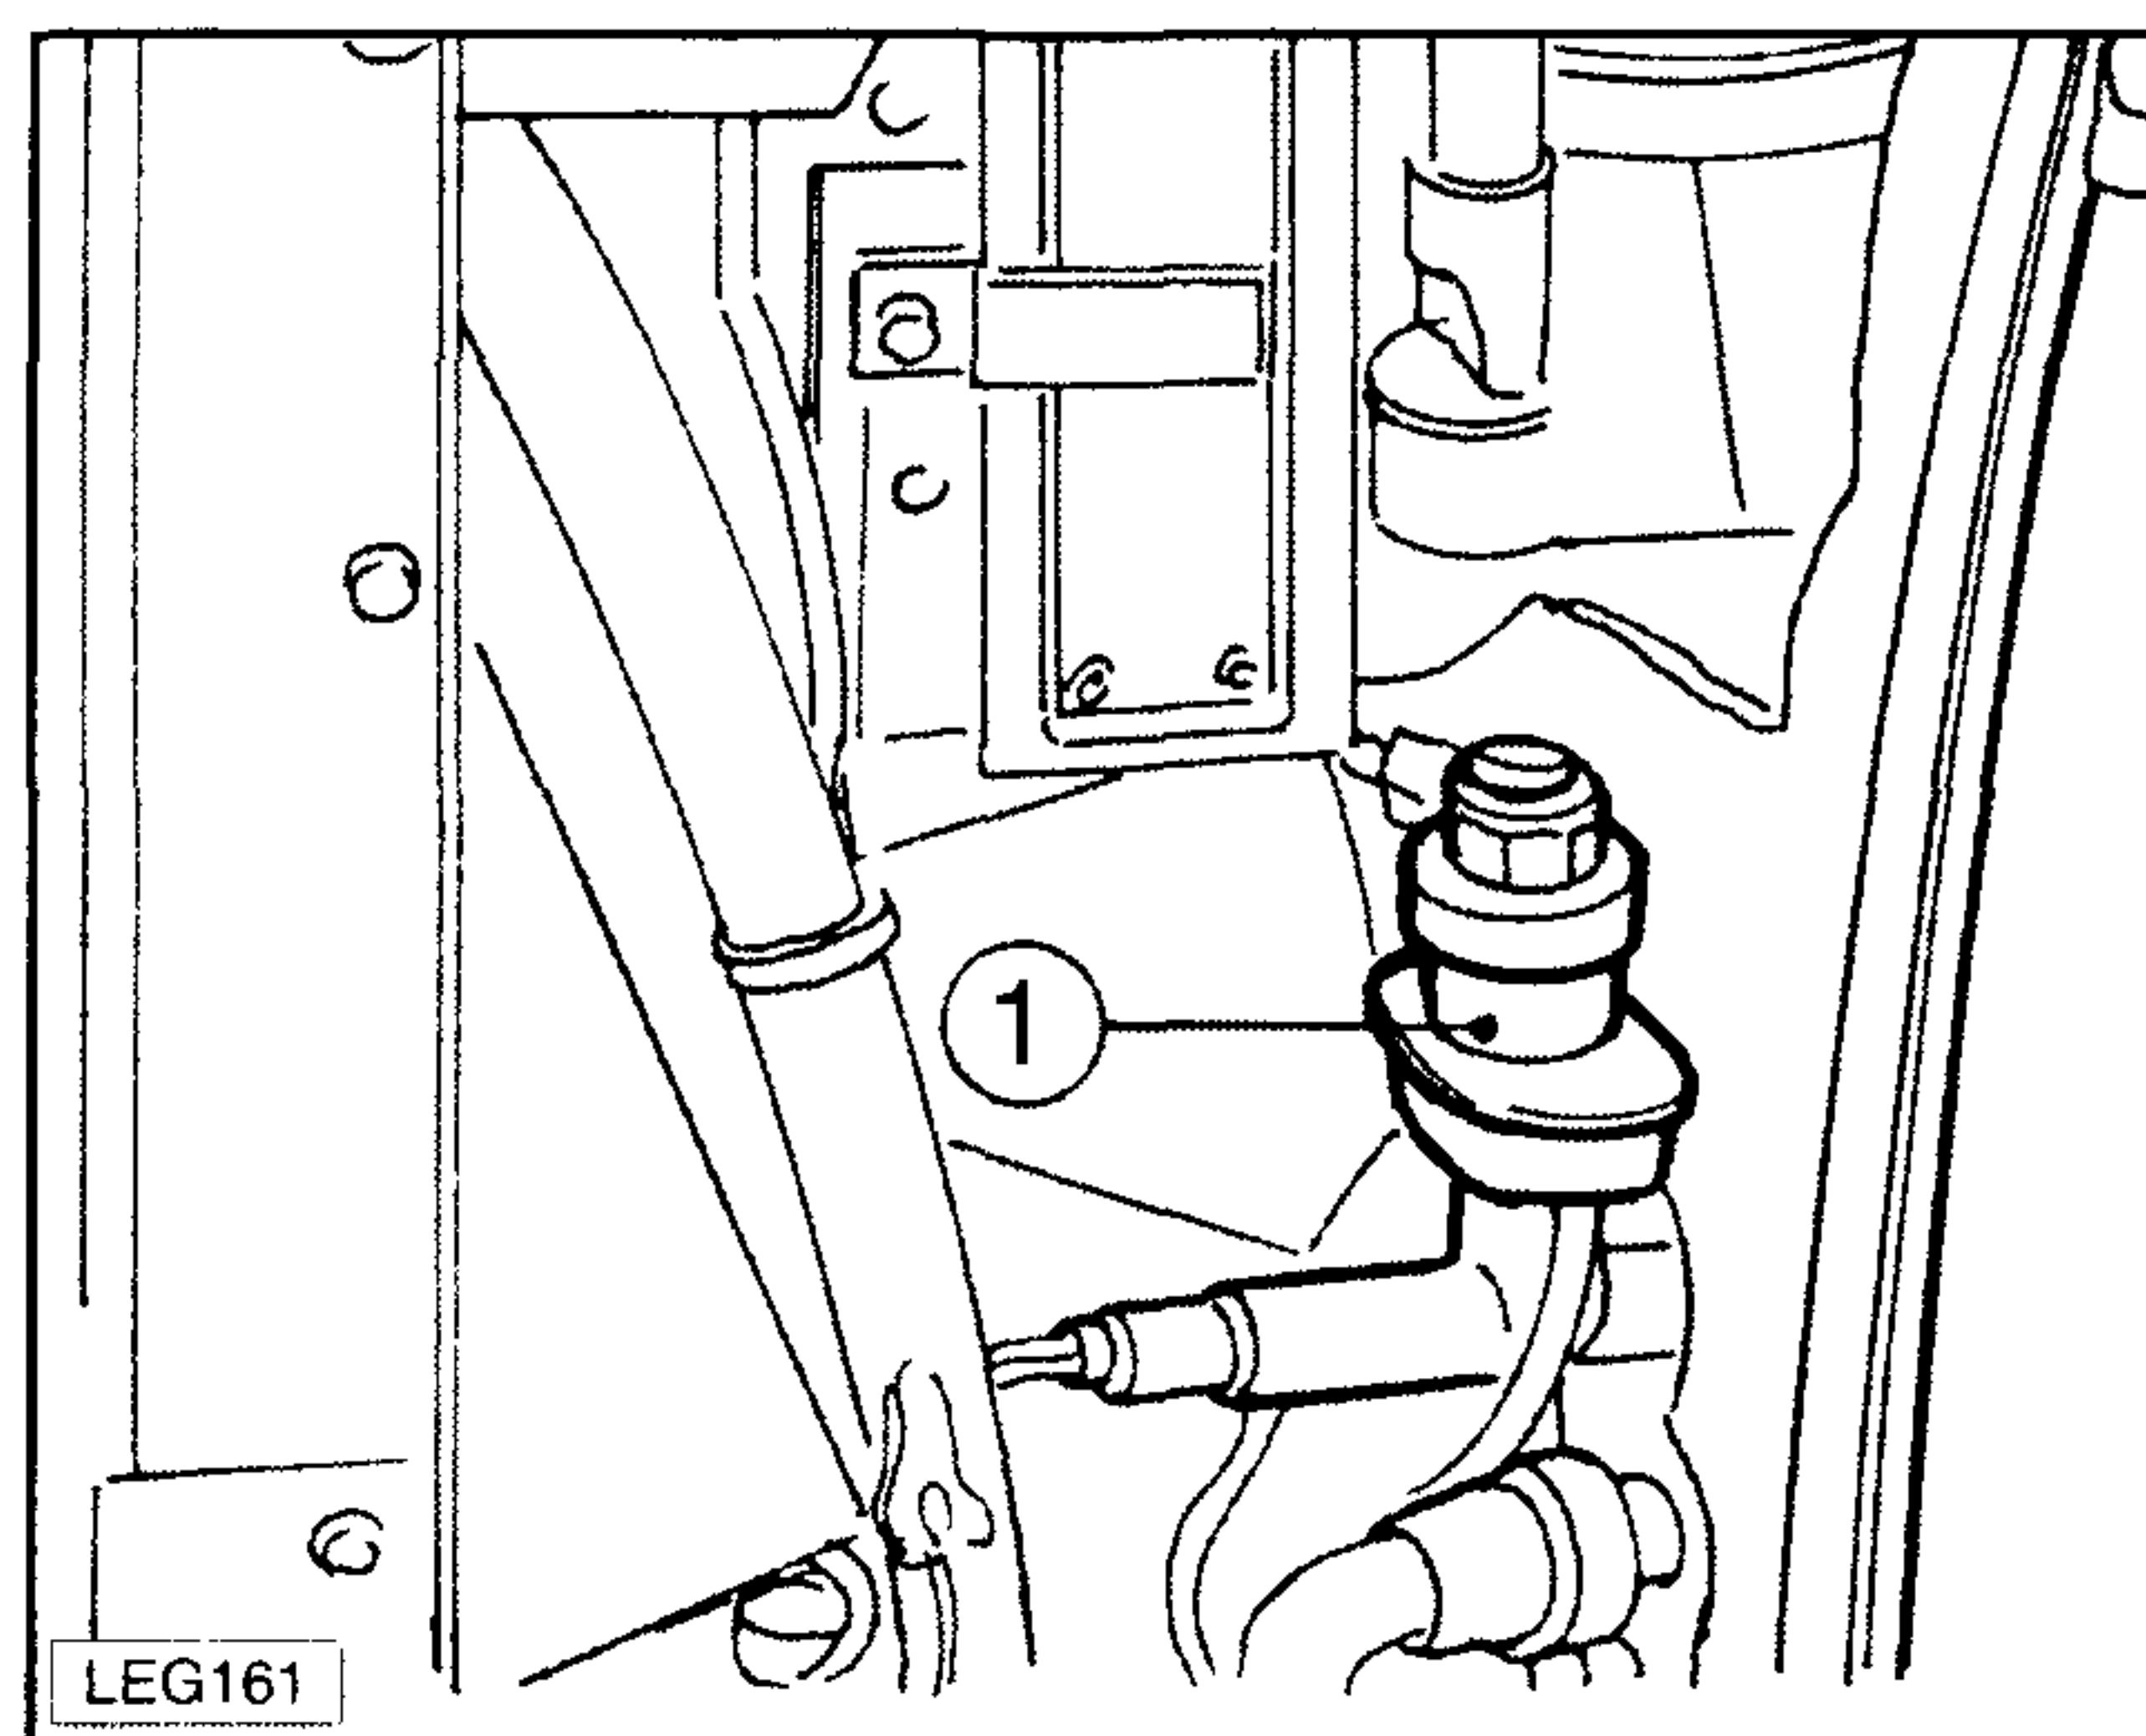
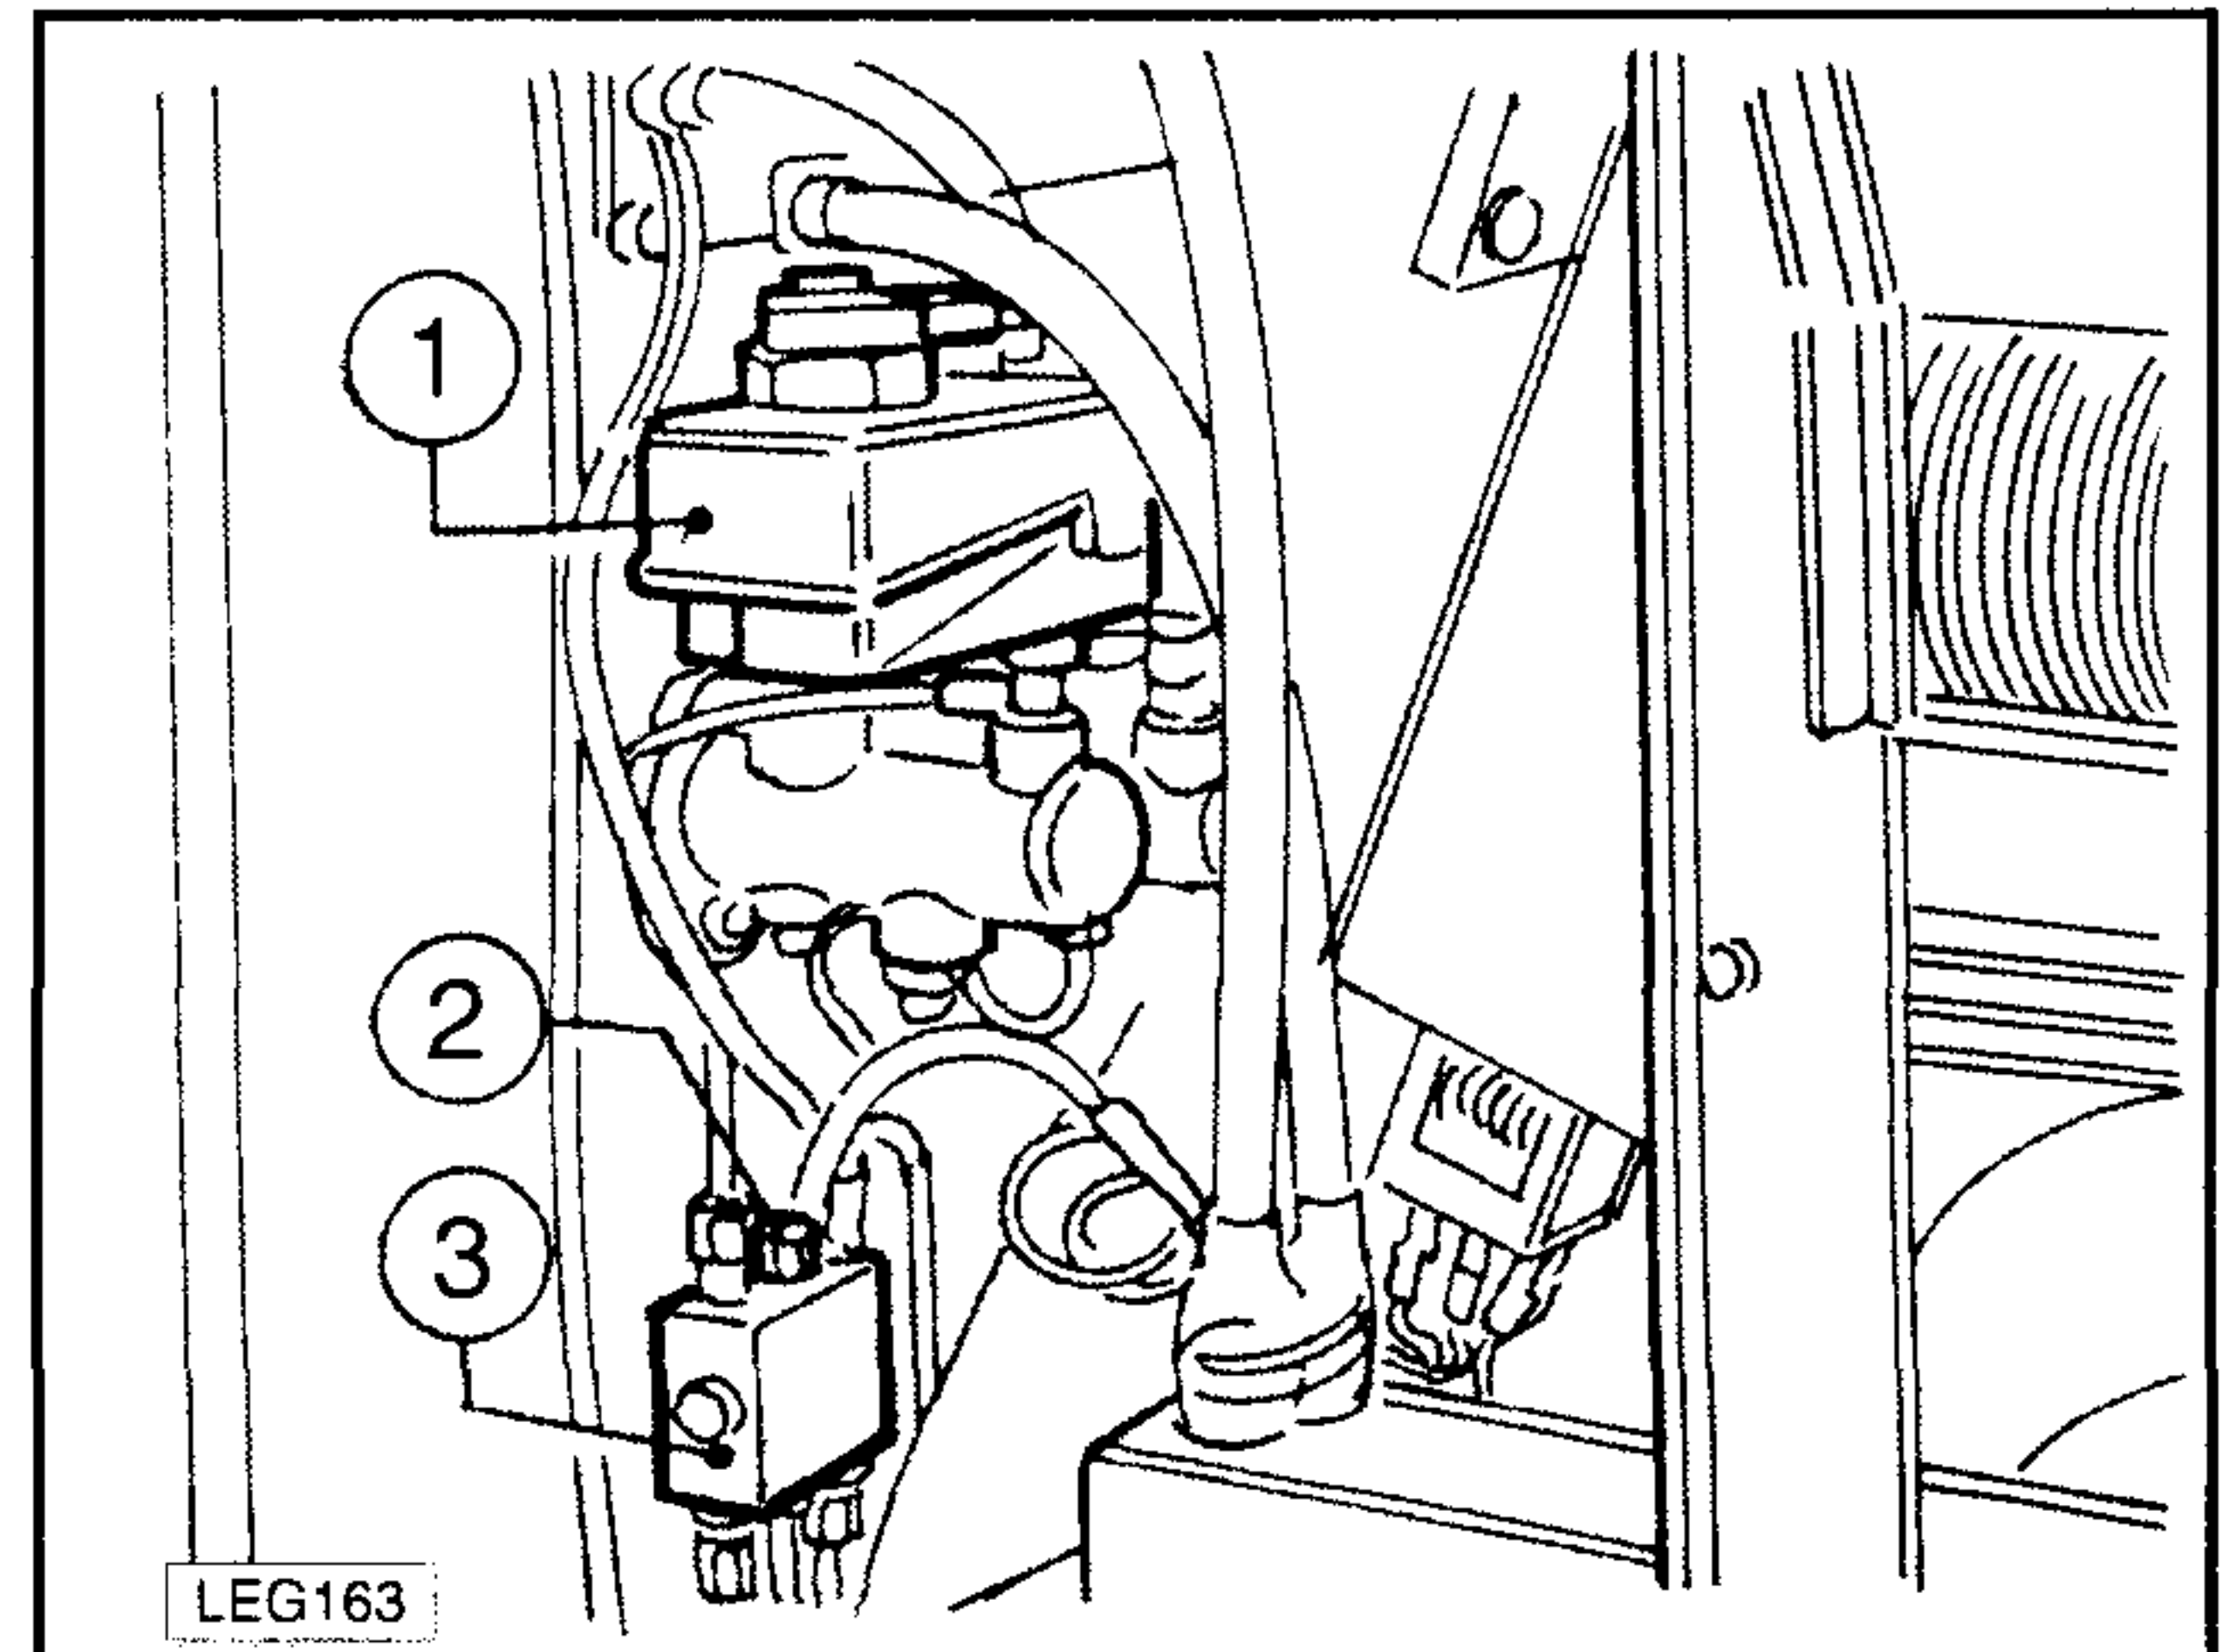
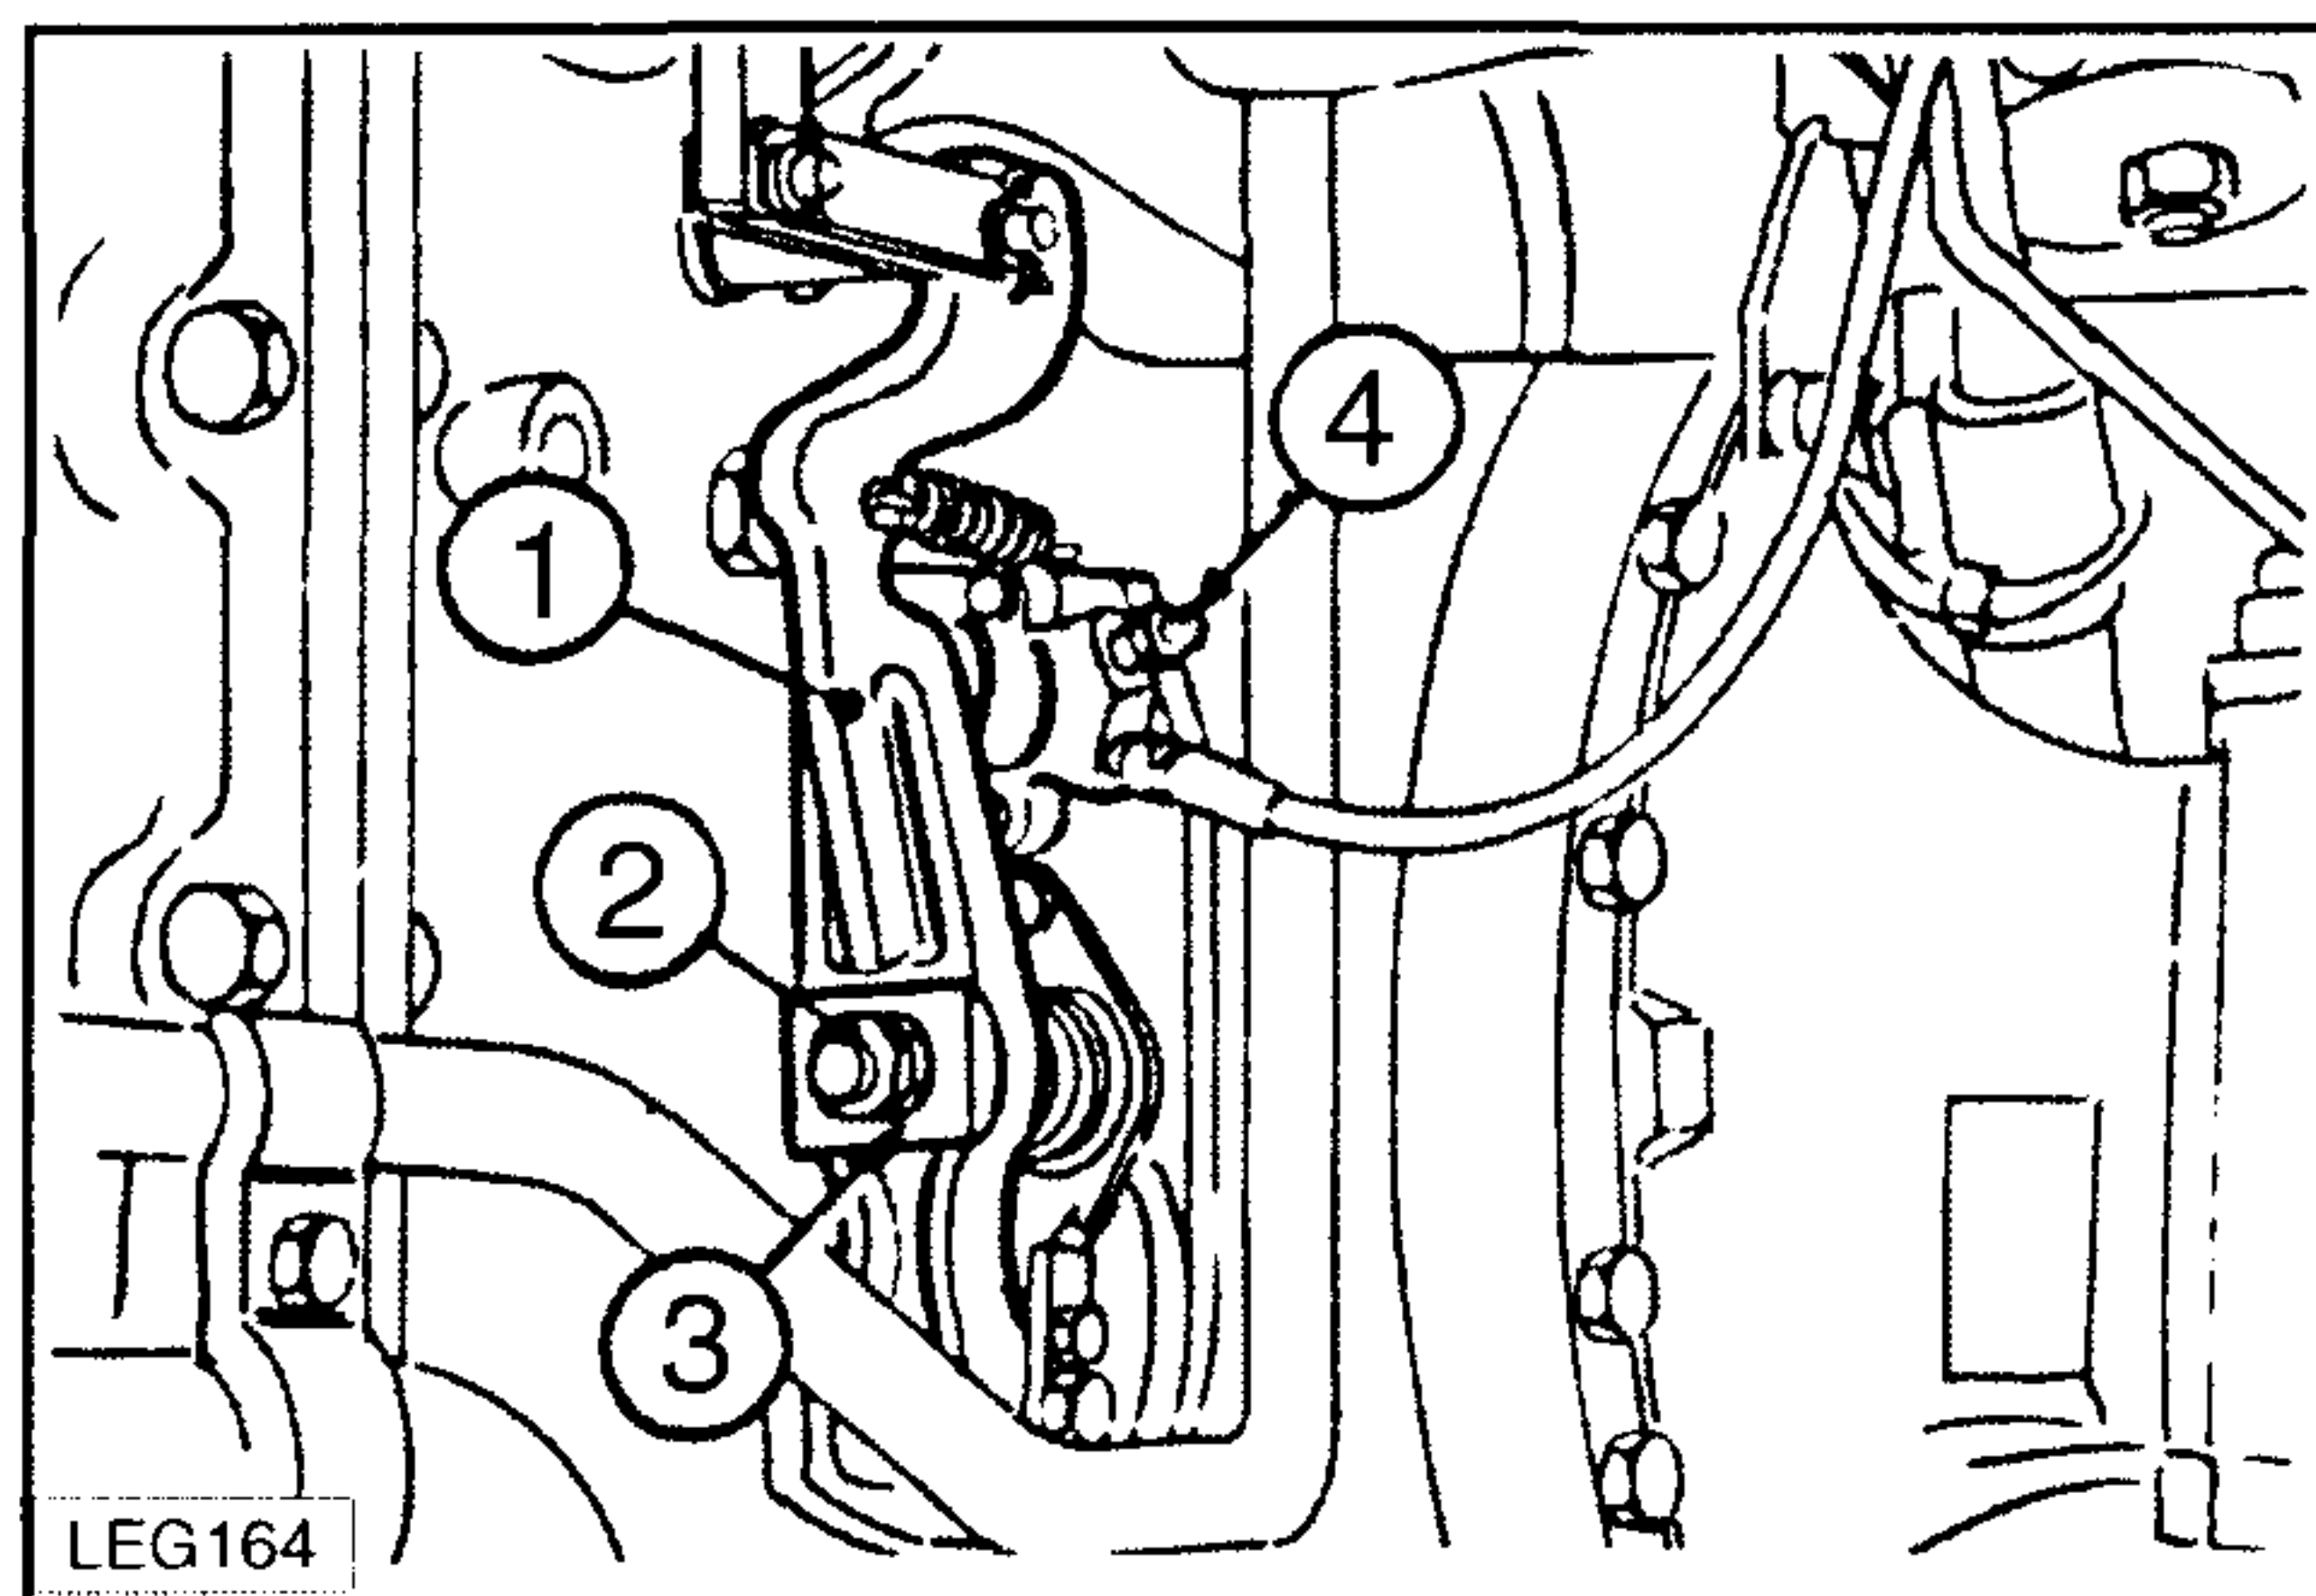

Fig.5-23
Fig.5-25
Fig.5-26
Controlar que el depósito (1 - Fig. 5-23) esté siempre lleno.
- 1 - Controlar que el depósito de alimentación (1 - Fig. 5-23), esté abastecido.
- 6 - Finalizada la operación restablecer el nivel del aceite en el depósito (1 - Fig.5-23).
Con frecuencia de mantenimiento flexible controlar el nivel del aceite en el depósito (1 Fig. 5-25) del circuito de mando de los frenos. Usar siempre aceite del tipo indicado, como se expone en la tabla de los reabastecimientos.
ADVERTENCIA: Para cambiar y agregar aceite en los depósitos del embrague (si es pertinente) (1 - Fig. 5-23) y de los frenos (1 - Fig. 5-25) prestar mucha atención porque el mismo cambia radicalmente. En estas máquinas, en efecto, se usa un aceite con base mineral. No intercambiar ni mezclar jamás diferentes tipos de aceites. Véase la Tabla de los Reabastecimientos para conocer el tipo de aceite.
- 3 - Apretar el pedal del freno izquierdo a fondo. Simultáneamente desenroscar medio giro el tornillo de purga (4 - Fig. 5-26) dejando salir el eventual aire mezclado en el aceite. Ajustar el tornillo de purga y soltar el pedal.
- 7 - Finalizada la operación restablecer el nivel de aceite en el depósito (1 - Fig. 5-25).
- 1- Apretar simultáneamente los pedales de los frenos, oportunamente acoplados con el relativo pasador, y desenroscar el tornillo de purga (2 - Fig. 5-26) en la válvula de cierre (3 - Fig. 5-25) hasta que veamos salir el aceite sin burbujas de aire. Ajustar el tornillo y soltar los pedales.